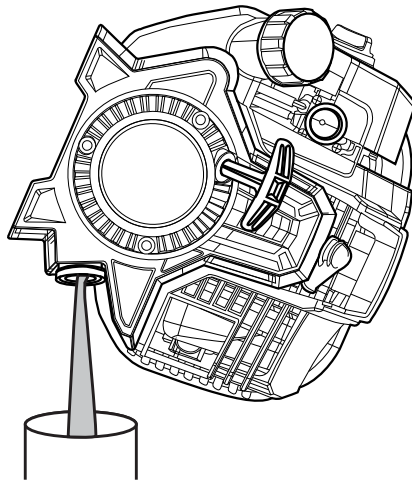

Fig. 24
3. Inclíne el equipo de manera vertical para vaciar el aceite del depósito hacia un recipiente (Fig. 24). Deje pasar tiempo suficiente para que se drene por completo.